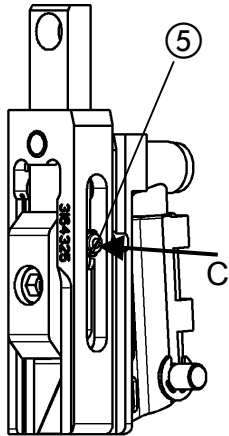
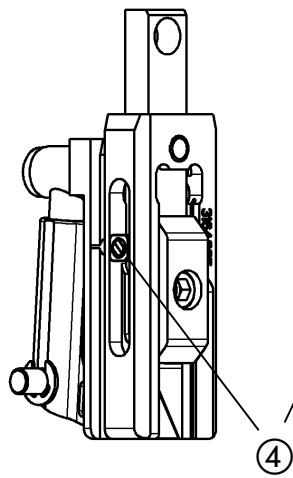
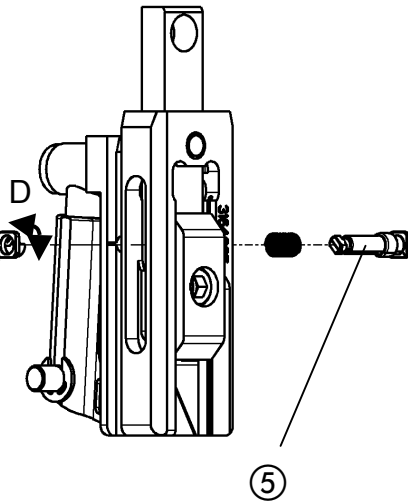

Abb. 28
Abb. 29
Abb. 30
- Abb. 28, Abb. 29, Abb. 30 -
- Schaltstift ⑤ in den Umbieger eindrücken (Pfeil C) bis die Stiftsicherung ④ so weit aus dem Umbieger heraussteht, dass diese sich drehen lässt.